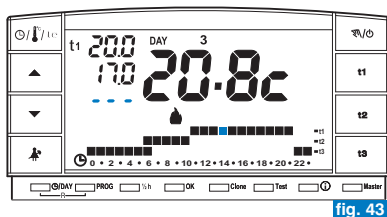

fig. 43
-  - En con figurant la fonction sur OFF (Désactivée) sur la ligne de la température t3 , deux tirets s'affichent (- -) (fig. 43).